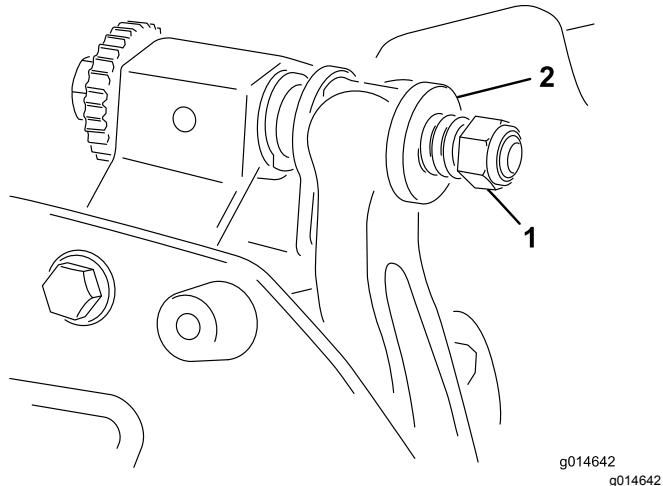

Figura 21
- Apriete la tuerca de tensado del muelle hasta que el muelle esté comprimido del todo, luego aflojela $\frac{1}{2}$ vuelta (Figura 21).